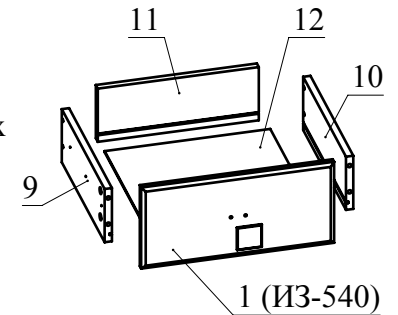

Рис.9
- Соберите ящики. Для этого соедините деталь 11 с деталями 9 и 10 с помощью конфирматов. Затем вставьте деталь 12 в пазы деталей 9, 10, 11. Соедините деталь 1 (ИЗ-540) с деталями 9 и 10 и затяните головки минификсов. С помощью винтов М4x20 закрепите ручки на фасадах ящиков (Рис. 9).